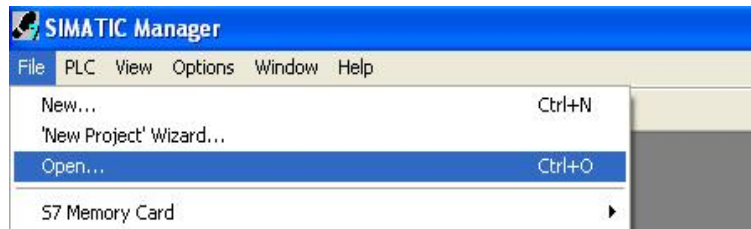

Figura 6.2: Criação de PC Station a partir de um projeto já existente.
- Passo 1: Inicie a ferramenta SIMATIC Manager, cujo ícone encontra-se no Desktop e selecione o caminho *File >> Open* (ver figura 6.2).